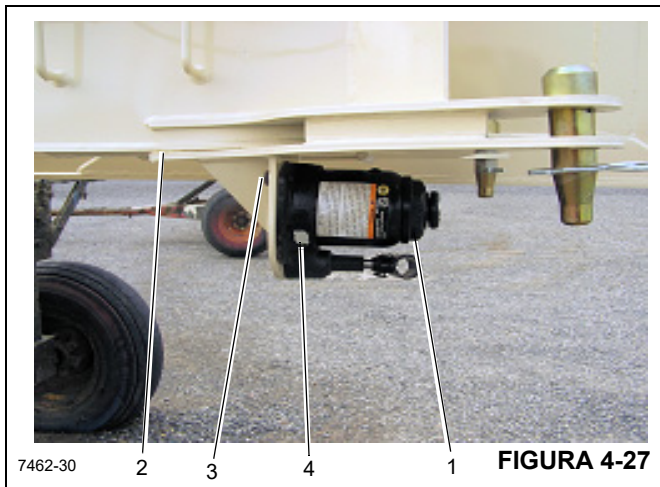

FIGURA 4-27
Quite el gato (1) del plumín (2) retirando los tres pernos y las arandelas planas (3). Consulte la Figura 4-27.
1. Con el caballete completamente bajado y el émbolo metido, coloque el gato en su posición vertical y retire el tapón de llenado de aceite. (4, Figura 4-27).
2. Para vaciar el aceite, retire el tapón de llenado (4, Figura 4-27).